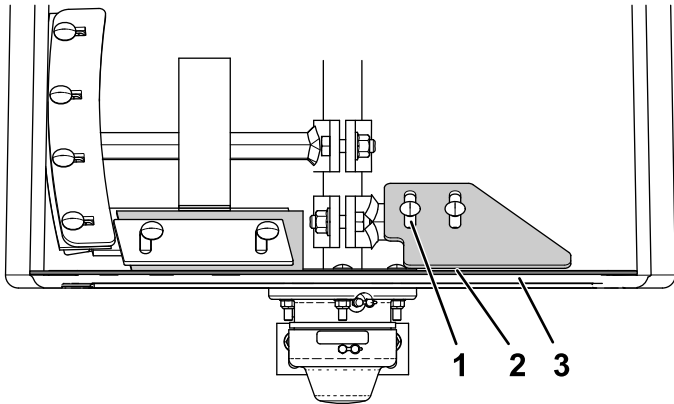

Figura 75
2. Afloje los pernos de cabeza redonda y las contratueras prensadas que sujetan la paleta de extremo ajustable a la paleta fija. (Figura 75)